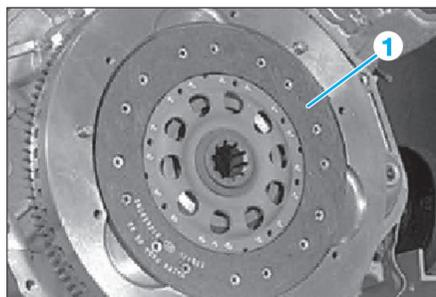

Fig. 3
- le disque d'embrayage (1) (Fig.3).